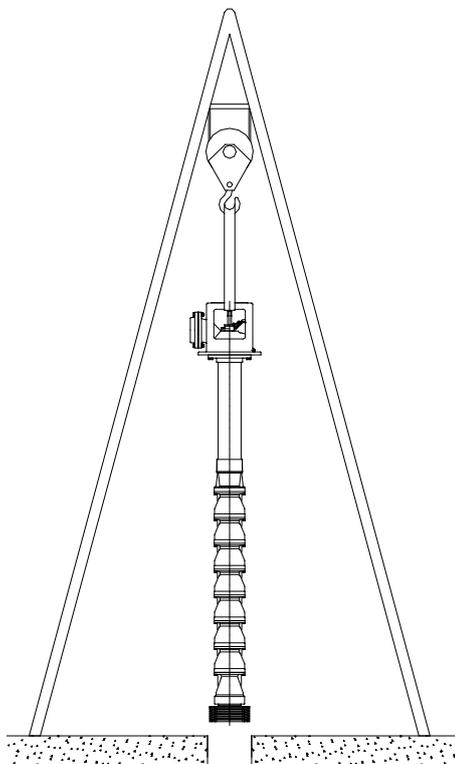

Fig. 2. Instalación de la bomba
2.- Con la ayuda de una grúa o el equipo adecuado eleve la bomba armada en forma vertical, sujetándola cuidadosamente de la linterna descarga de manera que al levantarla no llegue a suceder algún accidente que pueda ocasionar daños al personal y/o a la bomba (Ver Fig. 2).
3.- Una vez que la bomba se encuentre sobre el pozo, descíndala lentamente de tal forma que, al descansar la linterna de descarga sobre la cimentación, el centro de la línea de la brida de descarga se encuentra en la posición correcta (Ver Fig. 2).